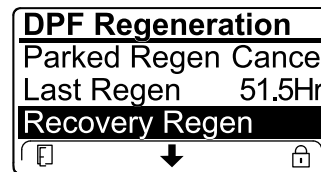

Figura 50
- Si la computadora del motor no ha sido solicitado una regeneración de recuperación y usted se desplaza a la opción RECUPERACIÓN DE RECUPERACIÓN, la regeneración de recuperación se bloquea y el icono de bloqueo (Figura 50)